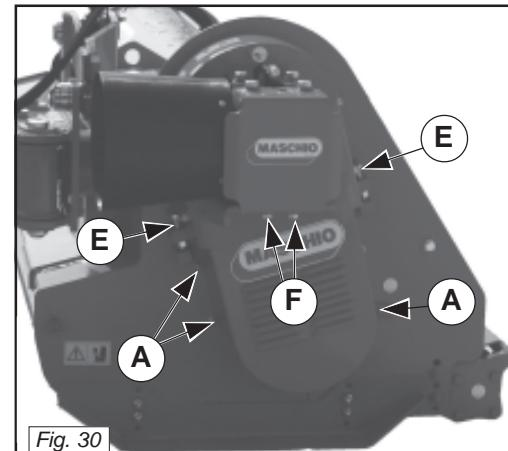
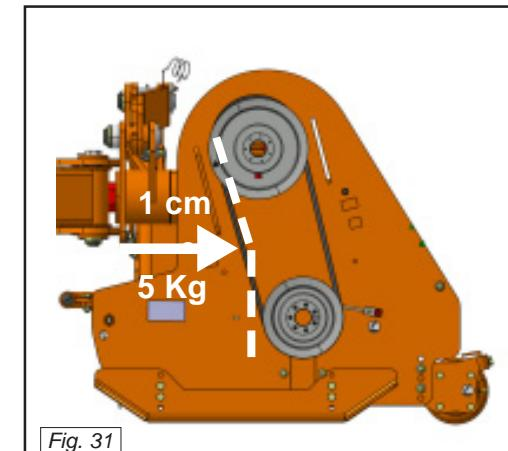

Fig. 30
Fig. 31
- 3) Svitare ed estrarre le tre viti (A Fig.30).
- 6) Allentare i controdadi delle viti (E Fig. 31) e svitare completamente le viti di registro fino al completo abbassamento del supporto scatola.
- 8) Svitare le 3 viti inferiori (F Fig. 30) che fissano la scatola.
- 1) Allentare i due controdadi delle viti (E Fig. 30) ed avvitare i relativi bulloni fino ad ottenere il corretto tensionamento delle cinghie (Fig. 31).
Premere sulla cinghia, nella zona centrale fra le due pulegge, con una forza di 5 Kg, la forza deve provocare una deformazione sulla singola cinghia di 1 cm (Fig. 31).
- 3) Unscrew and remove the three screws (A Fig. 30).
- 6) Loosen the check nut of the screw (E Fig. 30) and fully unscrew the adjuster screws until the housing support has completely lowered.
- 8) Unscrew the lower screws (F Fig. 30) that fix the housing in place.
- 1) Loosen the two check nuts of the screws (E Fig. 30) and tighten the relative bolts until the belts have been tightened correctly (Fig. 31).
Each belt should give 1 cm (Fig. 31).
- 3) Dévisser et extraire les trois vis (A Fig. 30).
- 6) Desserrer les contre-écrous de la vis (E Fig. 30) et dévisser entièrement les vis de réglage jusqu'à faire descendre complètement le support du boîtier.
- 8) Dévisser les vis inférieures (F Fig. 31) de fixation du boîtier.
- 1) Desserrer les deux contre-écrous des vis (E Fig. 30) et visser les boulons respectifs jusqu'à obtenir la bonne tension des courroies (Fig. 31).
En tendant les courroies, il est recommandé de faire très attention à la planéité des poulies. Appuyer sur la courroie, dans la zone centrale entre les deux poulies, en exerçant une force de 5 kg. La force exercée doit provoquer une déformation sur la courroie concernée de 1 cm (Fig. 31).
- 8) Die unteren Kastenbefestigungsschrauben (F Abb. 31) abschrauben.
- 1) Die zwei Gegenmuttern der Schrauben (E Abb. 30) lockern und die bezüglichen Mutterschrauben so lange anziehen, bis die Riemen vorschrittmäßig gespannt sind (Abb. 31).
Im mittleren Abschnitt zwischen den beiden Riemscheiben mit einer Kraft von 5 kg auf den Riemen drücken. Der einzelnen Riemen muß sich um 1 cm eindrücken lassen (Abb. 31).